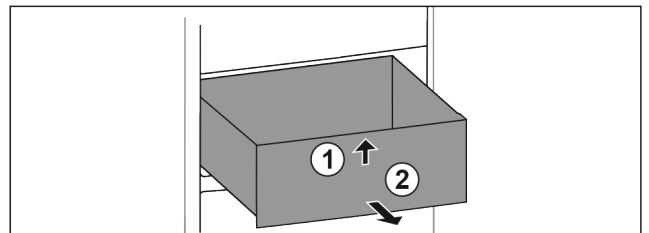

Fig. 59
- ▶ Lade aan de voorkant optillen. Fig. 59 (1)
- ▶ Lade naar voren toe verwijderen. Fig. 59 (2)